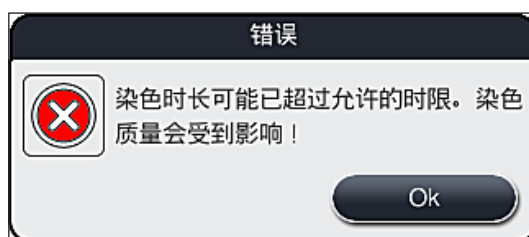

图 109
1. 在确认该信息消息后，将告知用户可能已超过染色周期，即，个别玻片架在某种条件下在试剂中或需撤回的站点中停留的时间过长，这会影响染色质量。按下 **OK** 按钮确认该信息消息 (→“图 109”)，继续操作。